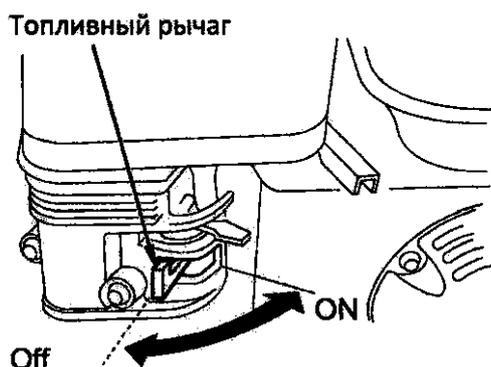

Рисунок 2.3 – Топливный рычаг управления
1. **Топливный рычаг** открывает или закрывает поступление топлива из бака в карбюратор. Для работы двигателя топливный рычаг должен быть установлен в положении **On** (Вкл. рис. 2.3).